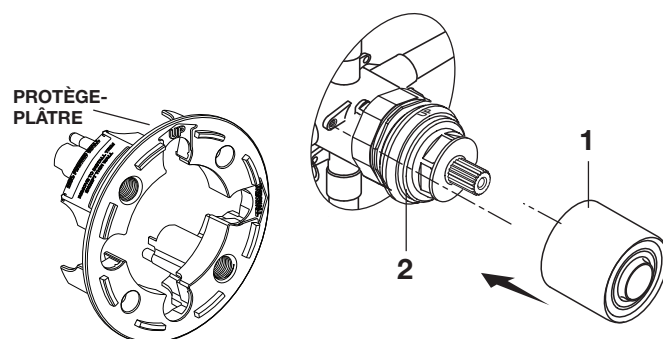

Figure 1.
- **Figure 1.** Poussez le CAPUCHON (1) sur la CARTOUCHE DE LA VALVE (2) jusqu'à ce qu'elle repose contre la butée.